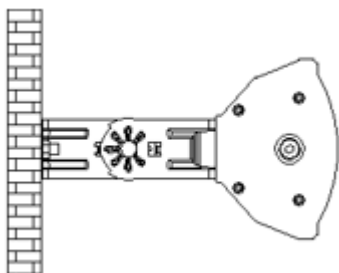

Рисунок 4
3. Закрепите соответствующий кронштейн на корпусе прибора, как показано на рис. 4.